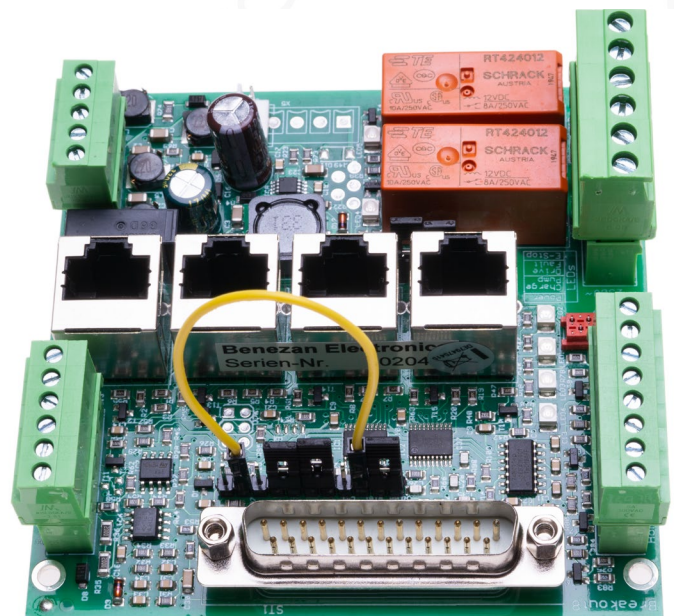

Bild 15: Jumperung für die Verwendung mit EdingCNC
- 2-9, 4-5, 6-7, 10-11 (siehe Bild 15)